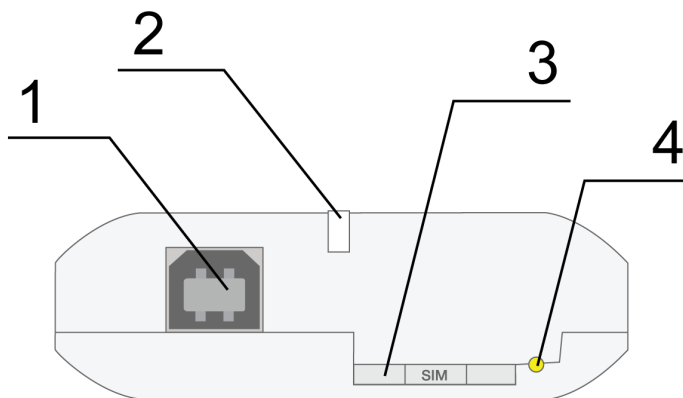
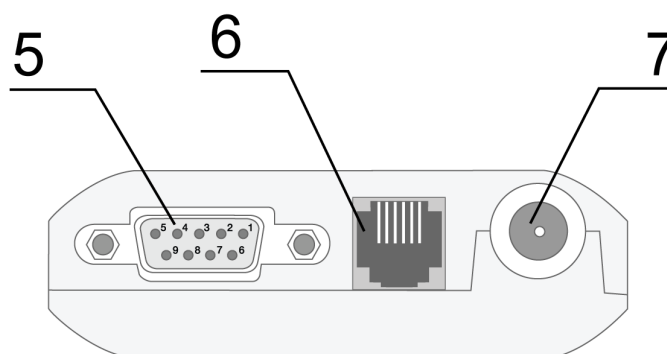

Рис. 2.1. Вид спереди
Рис. 2.2. Вид сзади
Модем TC65 Lite представляет собой компактное устройство, выполненное в пластмассовом корпусе. Внешний вид представлен на рис. 2.1 и рис. 2.2:
- вынуть SIM-лоток, нажав кнопку выталкивателя SIM-лотка (рис. 2.1);